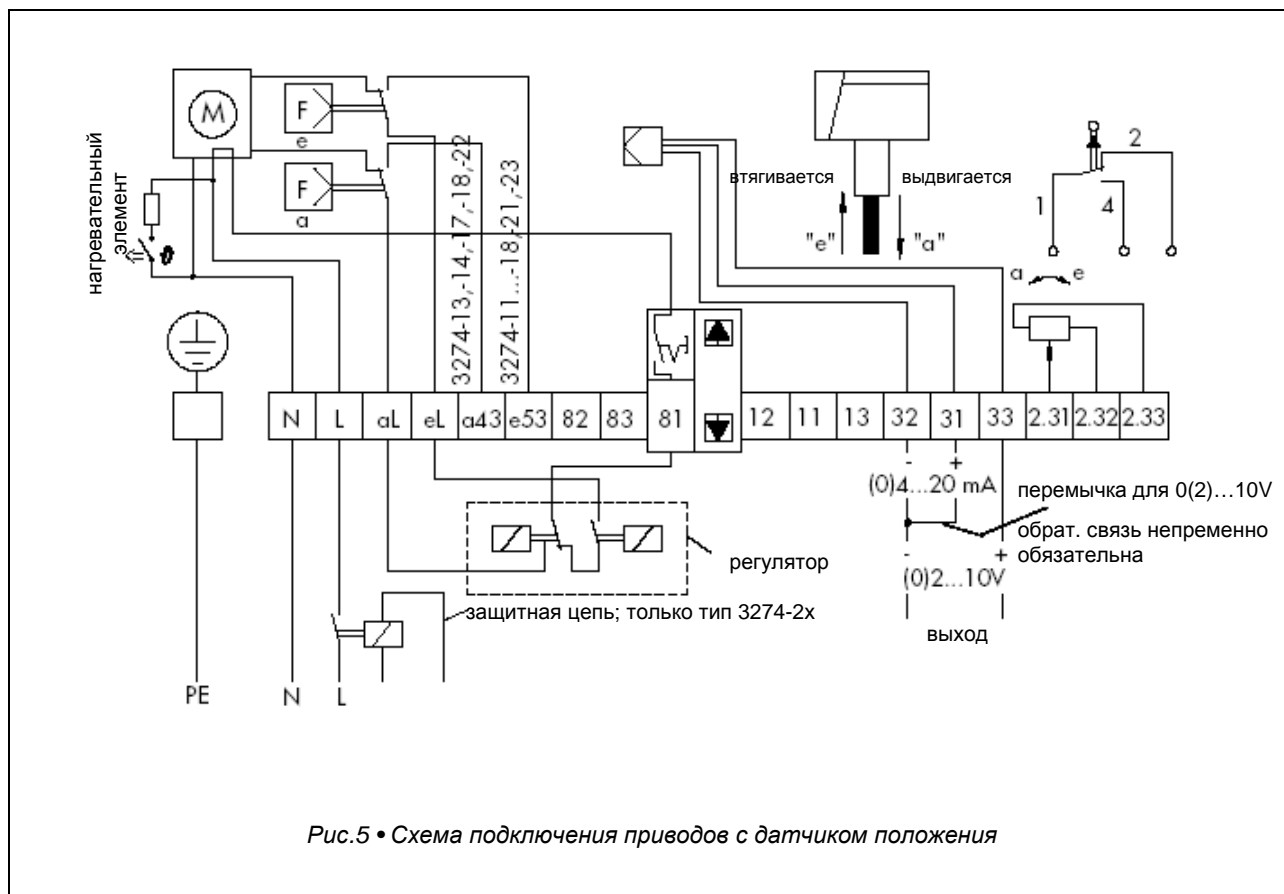

Рис.5 • Схема подключения приводов с датчиком положения
- Отвинтить боковую крышку на корпусе. Подвести электрические провода через резьбовые кабельные вводы на корпусе к соединительным клеммам и закрепить их там (см. дополнительно рис. 5...7, либо прикрепленную на крышке корпуса электрическую схему).
Принципиальные схемы на рис. 5...7 учитывают подключение дополнительных приборов. Следует учесть, что концевые выключатели должны подключаться не в клеммной колодке, а на отдельных винтовых клеммах.
На плате электроники двигателя расположен держатель со стеклянным предохранителем 5x20мм, который обеспечивает защиту привода, а при подключении согласно рис. 5...7 также еще защиту контактов внешнего регулятора.